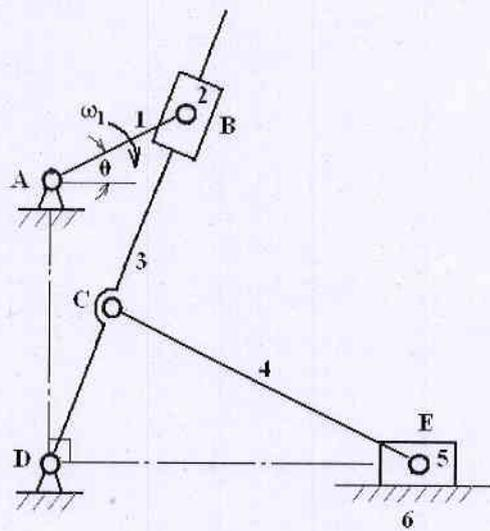

图6 (题三、3图)
- (1) 标出此机构的极位夹角  $\theta$ ; (5分)
- (2) 将机构进行修改设计: 保持  $l_{AB}$ 、 $l_{BC}$ 、 $K$  不变, 使摆角  $\psi=40^\circ$ , 试用图解法求摇杆长度  $l_{CD}$  及机架长度  $l_{AD}$ 。(10分)
3. (15分) 如图 6 所示的六杆机构中, 已知  $l_{AB}=80\text{mm}$ ,  $l_{AD}=180\text{mm}$ ,  $l_{CD}=92\text{mm}$ ,  $l_{CE}=200\text{mm}$ , 原动件 1 以等角速度  $\omega_1 = 10\text{rad/s}$  回转。试用矢量方程图解法求当  $\theta=30^\circ$  时, 构件 3 的角速度和滑块 5 的速度  $v_E$ 。